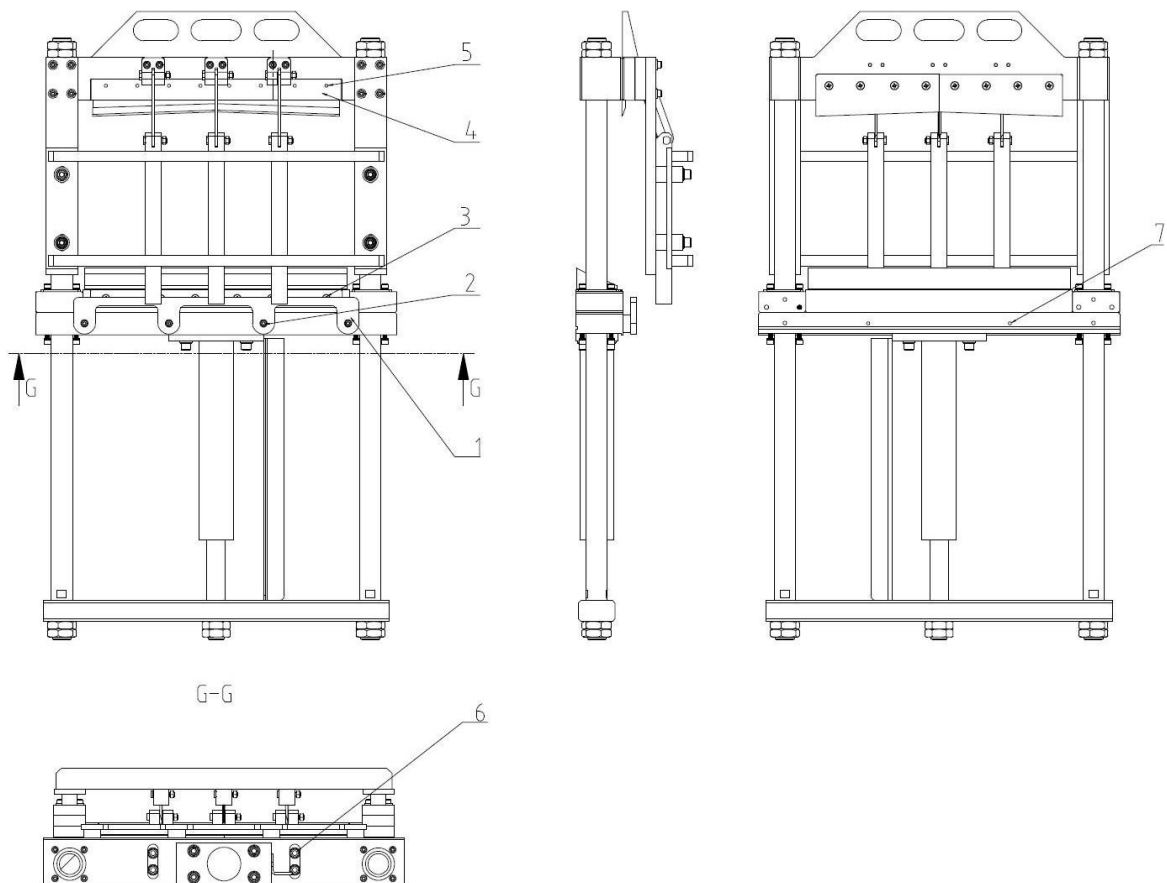

Abb. 7
1. Die oberen Messer (Abb. 7, Pos. 4) in oberen Position stellen. Ihre Position wird von einem Umschalter geändert. Der Umschalter ist hinter dem seitlichen Deckel der Maschine und befindet sich in der Maschine seitlich von dem Schaltschrank.
3. Das Element (Abb. 7, Pos. 1) durch Losschrauben der 4 Stk. Bolzen M8 (Abb. 7, Pos. 2) abnehmen. Die 6 Stk. Bolzen (Abb. 7, Pos. 3) losschrauben.
1. Die oberen Messer (Abb. 7, Pos. 4) in oberen Position stellen. Ihre Position wird von dem Umschalter mit Pfeilen in der Maschine gemacht.
3. Die 8 Stk. Bolzen (Abb. 7, Pos. 5) losschrauben.
4. Der obere linke und obere rechte Messer (Abb. 7, Pos. 5) abnehmen und sie mit neuen austauschen.
Diese Einstellung erfolgt folgender Weise (s. Abb. 7):
3. Die Bolzen (Abb. 7, Pos. 6) von dem unteren Messerhalter losschrauben.
4. Die Bolzen, die die oberen Messer (Abb. 7, Pos. 4) fixieren, losschrauben.